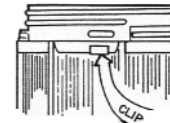

FIGURA 3
1. Los bombillos de las luminarias Champ® Serie VMVF cat. No. G24 utilizan una guarda integral cat. No. P21. Los segmentos roscados de la guarda y el bombillo son de un largo diferente para asegurar que el bombillo y la guarda coincidan adecuadamente durante su ensamble. El seguro (clip) en la guarda ayuda a asegurarla al bombillo. Ver la figura 3